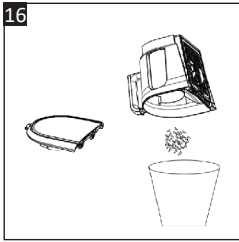

Рис. 16
3. Висипте вміст у смітник (рис. 16).